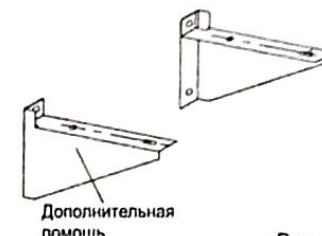

Рис. 10
- Если необходимы установочные кронштейны для установки наружного блока, пользователь может купить кронштейны в нашей компании (Рис. 10).